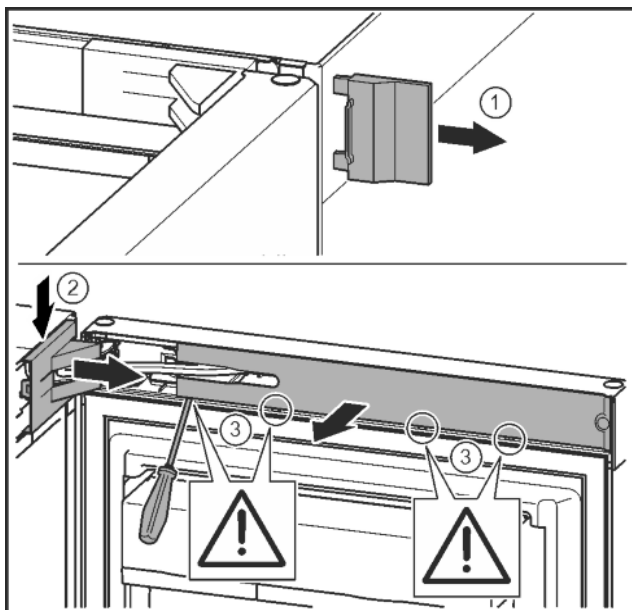

Fig. 7
- ▶ Sejměte vnější kryt. Fig. 7 (1)
- ▶ Odjistěte a uvolněte kryt stojanu ložiska. Sejměte kryt stojanu ložiska. Fig. 7 (2)
- ▶ Plochým šroubovákem odjistěte lištu a otočte ke straně. Fig. 7 (3)